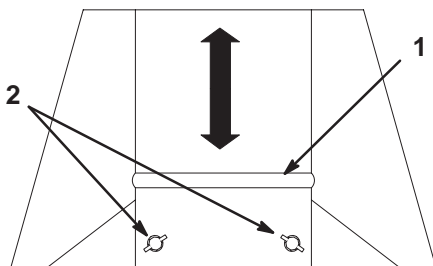

Bild 7
2. Lösen Sie die 2 Muttern an der Schneidbedingungsplatte und schieben Sie die Platte nach oben, wenn Sie kurzes, trockenes Gras schneiden. Schieben Sie die Platte nach unten, wenn Sie langes, feuchtes Gras schneiden (Bild 7). Ziehen Sie die Muttern fest.